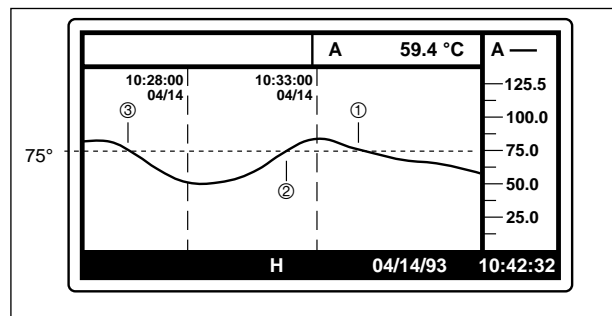

Abbildung 5-1 Suchfunktion und wiederholtes Suchen von Werten
Um den nächsten Meßwert zu suchen, halten Sie die Taste **(MENU)** gedrückt und betätigen Sie die Taste **(◀)**. Die Suche erfolgt *rückwärts*, d.h. es wird ein Meßwert gesucht, der früher auftrat als der bereits gefundene. Bevor dieser Meßwert als gefunden angezeigt wird, muß die Bedingung erst einmal ungültig werden. Abbildung 5.1 verdeutlicht diese Arbeitsweise, die eine sehr effektive Suche von Werten ermöglicht.
Suchbedingung in Abbildung 5-1 ist eine Temperatur über 75°C. Nachdem der erste Wert bei ① gefunden wurde, muß die Temperatur erst unter 75°C fallen (②), bevor Punkt ③ gefunden wird.